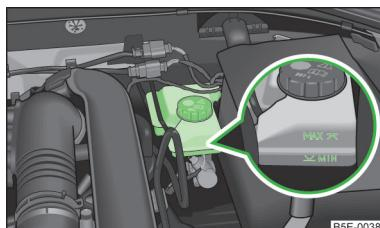

Fig. 186
- Si el nivel de líquido desciende por debajo de la marca MIN » fig. 186 de la página 232,  no siga conduciendo. ¡Existe peligro de accidente! Recurra a la asistencia de un taller especializado.
- Compruebe el nivel de líquido de frenos en el depósito » fig. 186.